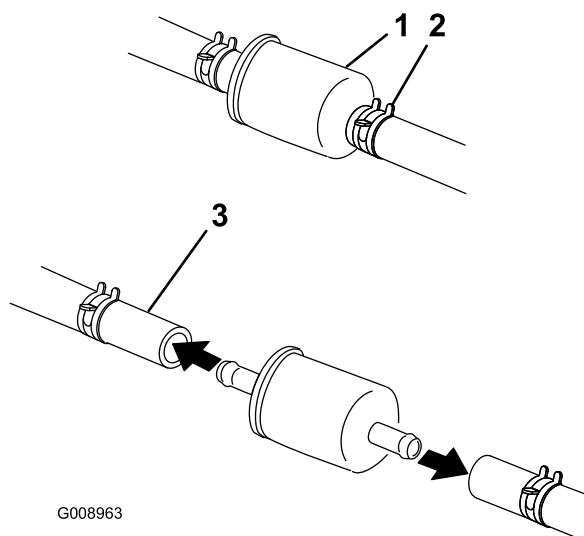

図 45
5. 運転席の下にある燃料バルブを閉じる（図 45）。
6. 古いフィルタのクランプをゆるめて脇に寄せる（図 45）。
8. 新しいフィルタをホースに取り付け、クランプで固定する（図 45）。